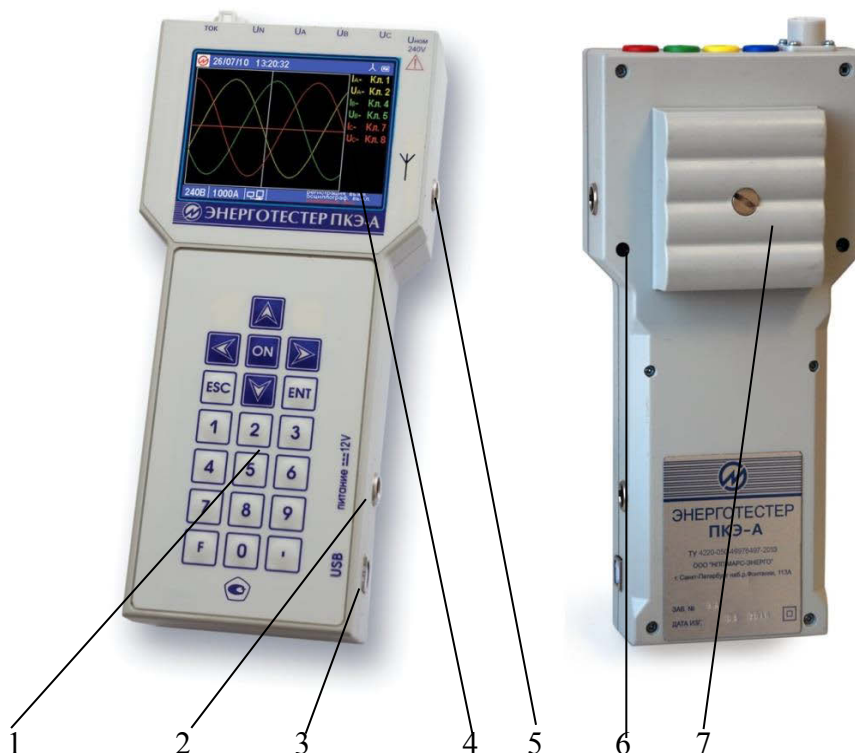

Рис. 3.2. Лицевая и задняя панели Энерготестера ПКЭ-А.
- подключить кабель блока питания 220 В (МС2.087.030) или (при наличии в комплекте) блока питания универсального (БПУ) (рисунок 3.2а) к соединительному гнезду «12 В» Энерготестера (рисунок 3.2);
Рис. 3.2а. Подключение Энерготестера к адаптеру универсальному.